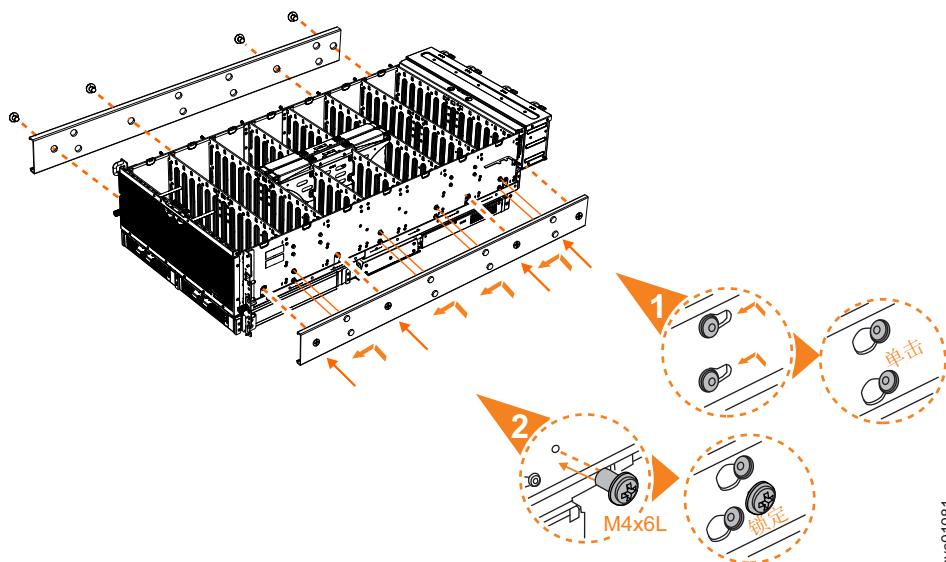

图 57. 将内部导轨部件连接到机柜上
5. 将内部导轨部件安装到扩展机柜的每一侧，如第 62 页的图 57 中所示。